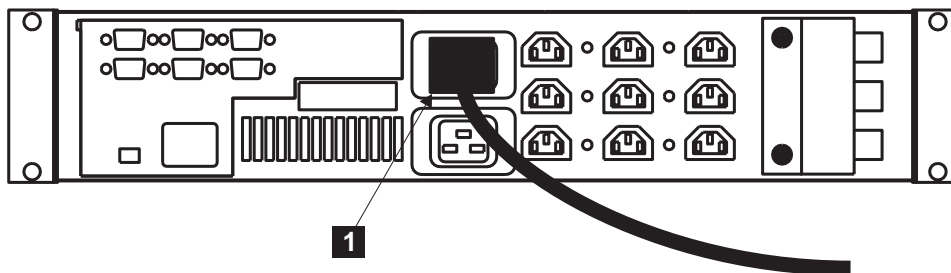

図 20. 無停電電源装置電源ケーブルの取り付け
9. UPS 5125 の背面にある UPS 5125 主電源ケーブル **1** を電源ソケットに差し込む。50 ページの図 20 を参照してください。